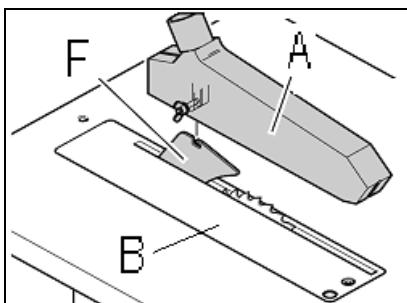

Fig 18
Fixer le protecteur de scie (A, Fig 18) sur le couteau diviseur (F) avec 1 vis borgne, 1 rondelle et écrou papillon..